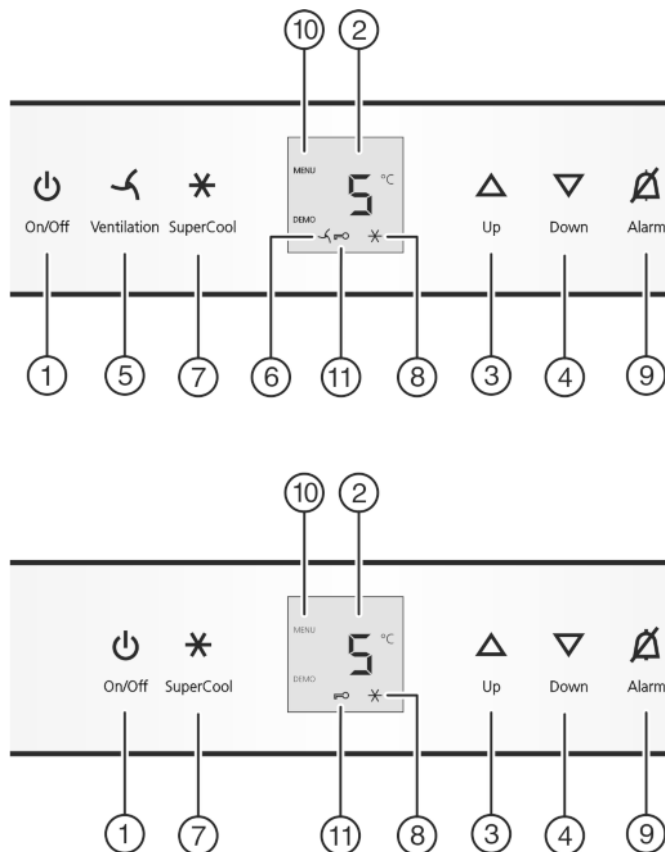

Fig. 2
- ▶ Taste On/Off Fig. 2 (1) drücken.
- ▶ Einstellmodus aktivieren: Taste SuperCool Fig. 2 (7) ca. 5 s drücken.
- ▷ Das Symbol Menu Fig. 2 (10) leuchtet.
- ▶ Die Taste SuperCool Fig. 2 (7) kurz drücken, um zu bestätigen.
- ▶ Zum Einschalten der Kindersicherung Taste SuperCool Fig. 2 (7) kurz drücken.
- ▷ Das Symbol Kindersicherung Fig. 2 (11) leuchtet. In der Anzeige blinkt **c**.
- ▶ Zum ausschalten der Kindersicherung Taste SuperCool Fig. 2 (7) kurz drücken.
- ▷ Das Symbol Kindersicherung Fig. 2 (11) erlischt. In der Anzeige blinkt **c**.
- ▶ Einstellmodus deaktivieren: Taste On/Off Fig. 2 (1) drücken.
- ▶ Taste Alarm Fig. 2 (9) drücken.
- ▶ Temperatur wärmer einstellen: Einstelltaste Up Fig. 2 (3) drücken.
- ▶ Temperatur kälter einstellen: Einstelltaste Down Fig. 2 (4) drücken.
- ▶ Taste SuperCool Fig. 2 (7) kurz drücken.
- ▷ Das Symbol SuperCool Fig. 2 (8) leuchtet in der Anzeige.
- ▷ Das Symbol SuperCool Fig. 2 (8) erlischt in der Anzeige.
- ▶ Taste Ventilation Fig. 2 (5) kurz drücken.
- ▷ Das Symbol Ventilation Fig. 2 (6) leuchtet.